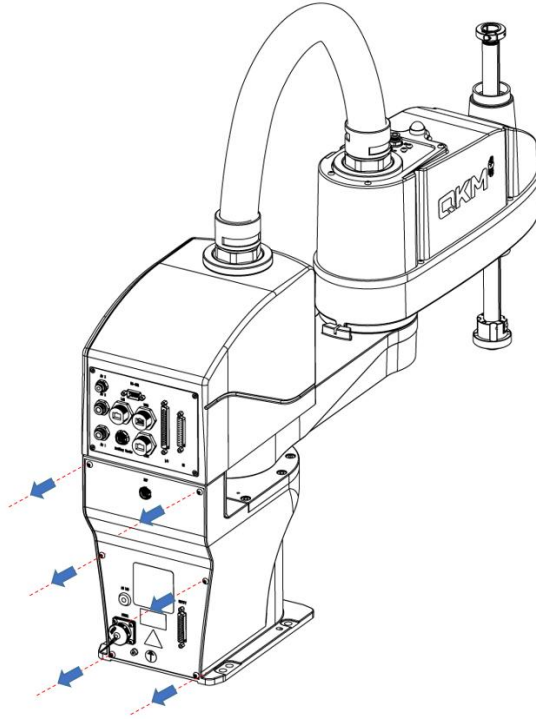

图 4-12 基座接口面板拆卸示意图
**步骤1** 使用 2.5 号扳手拆卸机器人基座接口面板上的紧固螺钉，如图 4-12 所示。